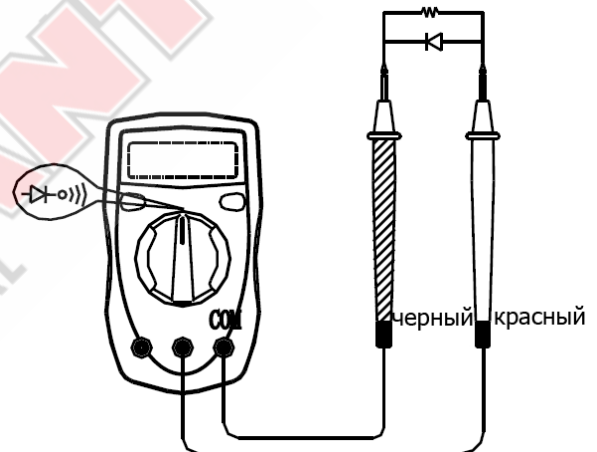

Рис. 6
- Тестовые щупы могут вносить дополнительное сопротивление 0,1 ~ 0,3Ω. Для получения точных показаний при измерении малых сопротивлений замкните коротко щупы перед измерением и запишите полученное значение (назовем его X). (X) это дополнительное сопротивление от тестовых щупов. Полученную величину вычитайте из показаний для компенсации погрешности.
F. Проверка диодов и непрерывности цепи (См. рис. 6)